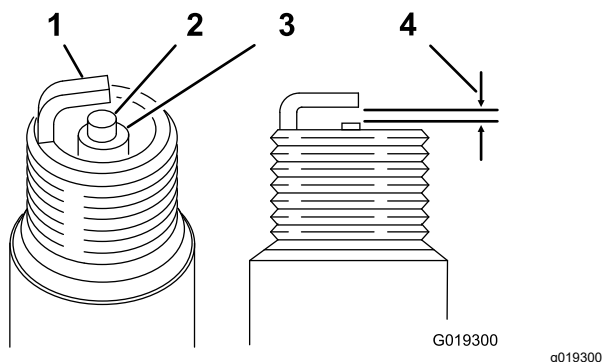

Figura 42
5. En cada bujía, ajuste la distancia entre el electrodo central y el electrodo lateral a 0.76 mm (0.030"); consulte la Figura 42. Tras ajustar correctamente los electrodos, instale las bujías con la junta correspondiente y apriételas a 22 N·m (16 pies-libra).